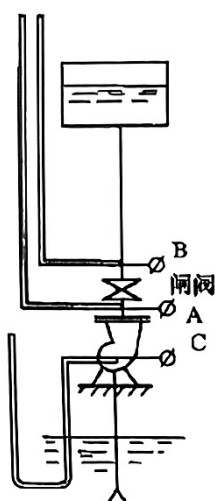

图 2-109 闸阀调节时的压力变化
8. 在图 2-109 所示的泵装置上，在出水闸阀前后装 A、B 两只压力表，在进水口处装一只真空表 C，并均相应地接上测压管。现问：